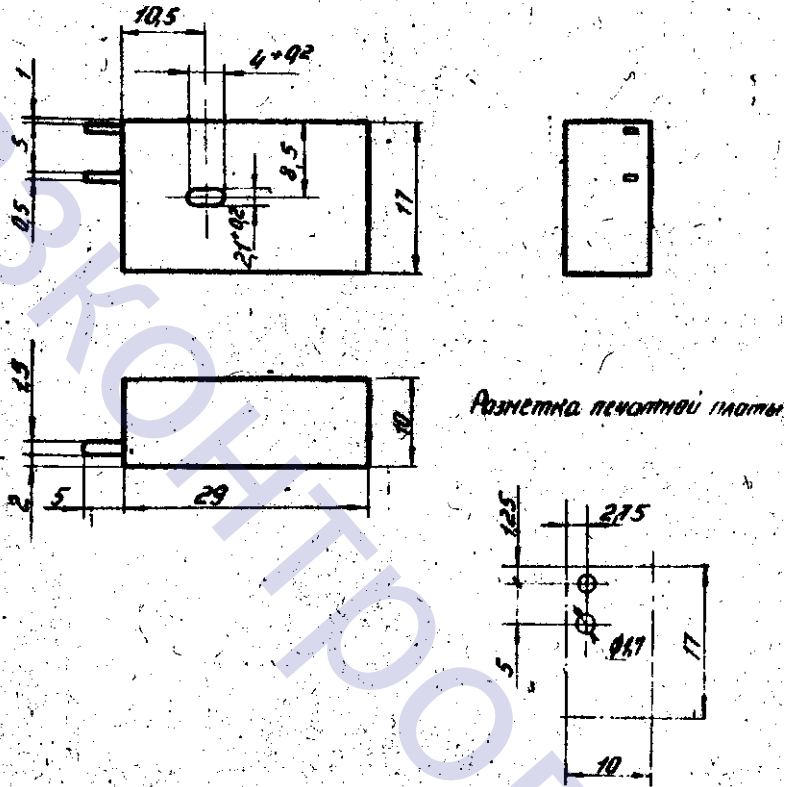

Рис.2. Габаритные, установочные, присоединительные размеры реле ТРМ12-3
- с выводами под пайку (рис. 2) - (3)
- 4 - обозначение вида климатического исполнения (0) и категории размещения (4).
Пример записи обозначения реле с выводами под пайку (рис. 2), климатического исполнения О, категории размещения 4, на температуру уставки 70, °С: